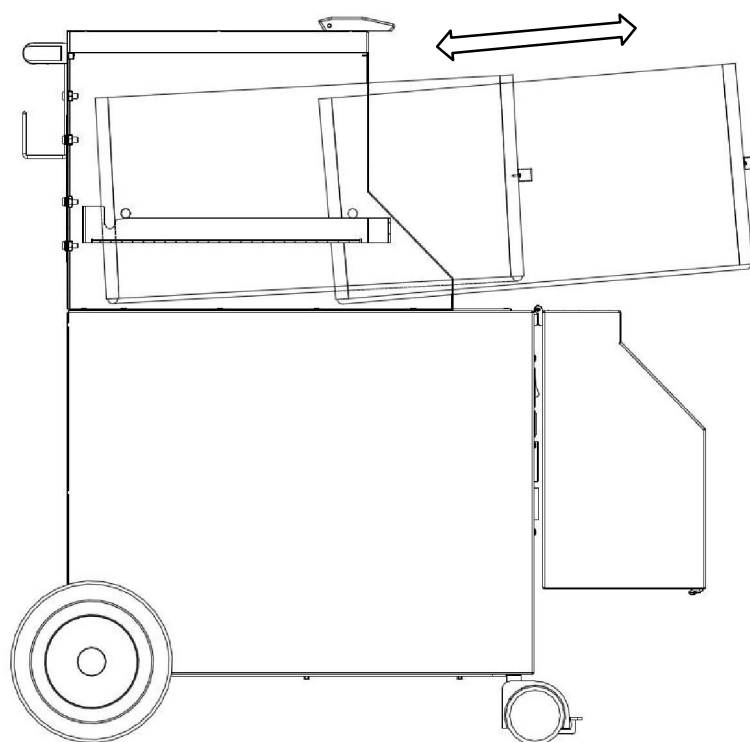

Imagen 6, Cambio del filtro
- En la zona trasera, el filtro principal se desliza con los pernos colocados lateralmente en los perfiles guía, lo cual lo eleva. De esta forma tampoco se daña la junta en la zona trasera, véase imagen 6.